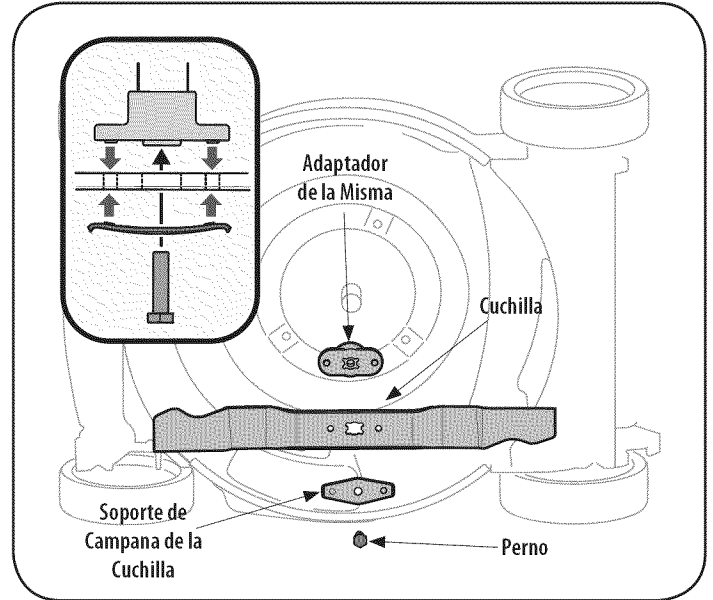

Figura 12
2. Saque el perno y el soporte de campana de la cuchilla que sostienen la cuchilla y el adaptador de la misma al cigüeñal del motor. Vea la Figura 12.
5. Lubrique el cigüeñal del motor y la superficie interna del adaptador de la cuchilla con aceite ligero. Deslice el adaptador de la cuchilla sobre el cigüeñal del motor. Instale la cuchilla en el adaptador con el lado marcado "Bottom" (inferior) (o con el número de parte) hacia el piso cuando la cortadora de césped está en posición de funcionamiento. Asegúrese que la cuchilla quede alineada y asentada en las bridas del adaptador. Vea la Figura 12 inserto.